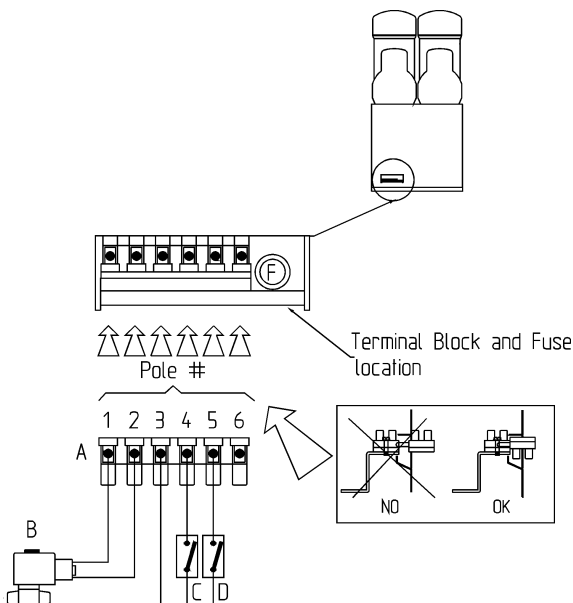

figura 1
- 2 - En la parte baja del panel posterior esta situada una **MORSETTIERA** de 6 polos. Esta permite la conexión eléctrica de algunos accesorios como por ejemplo una electroválvula de seguridad para el agua de entrada o una serie de sensores de fin del producto (ver figura 1)
Si en el sistema de alimentación están instalados los sensores de fin de producto conectar cada uno de sus terminales a los polos #3 y #4 de la **MORSETTIERA**, para los distribuidores con un contenedor, a los polos #3, #4 y #5, para aquellos con dos contenedores y a los polos #3, #4, #5 y #6 para aquellos con 3 contenedores (ver figura 1).
Una señal visual situada en la tapa posterior (alarma visual), y un avisador automático colocado en el interior de la tapa posterior (alarma acústica) advierten que el producto se ha acabado. Estos dispositivos funcionan solo si un sensor de fin de producto ha sido instalado y conectado a la MORSETTIERA (ver figura 1).